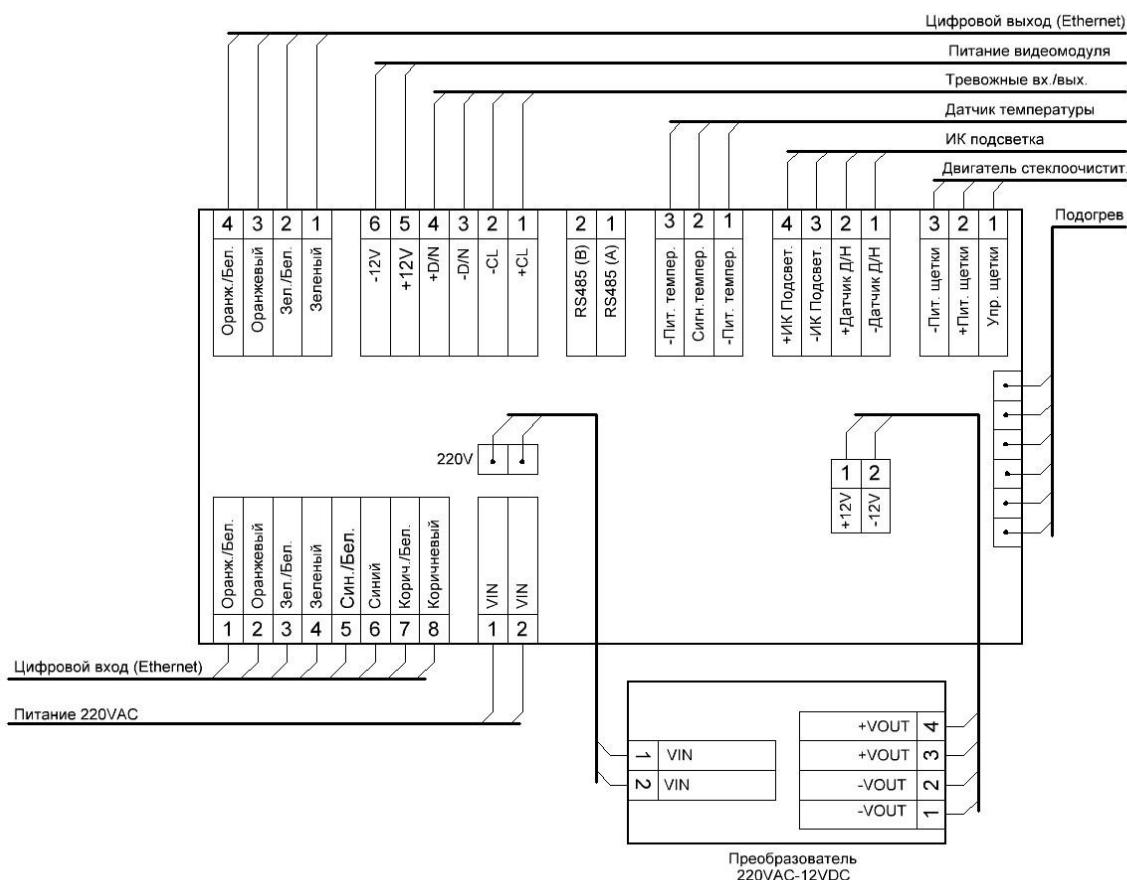
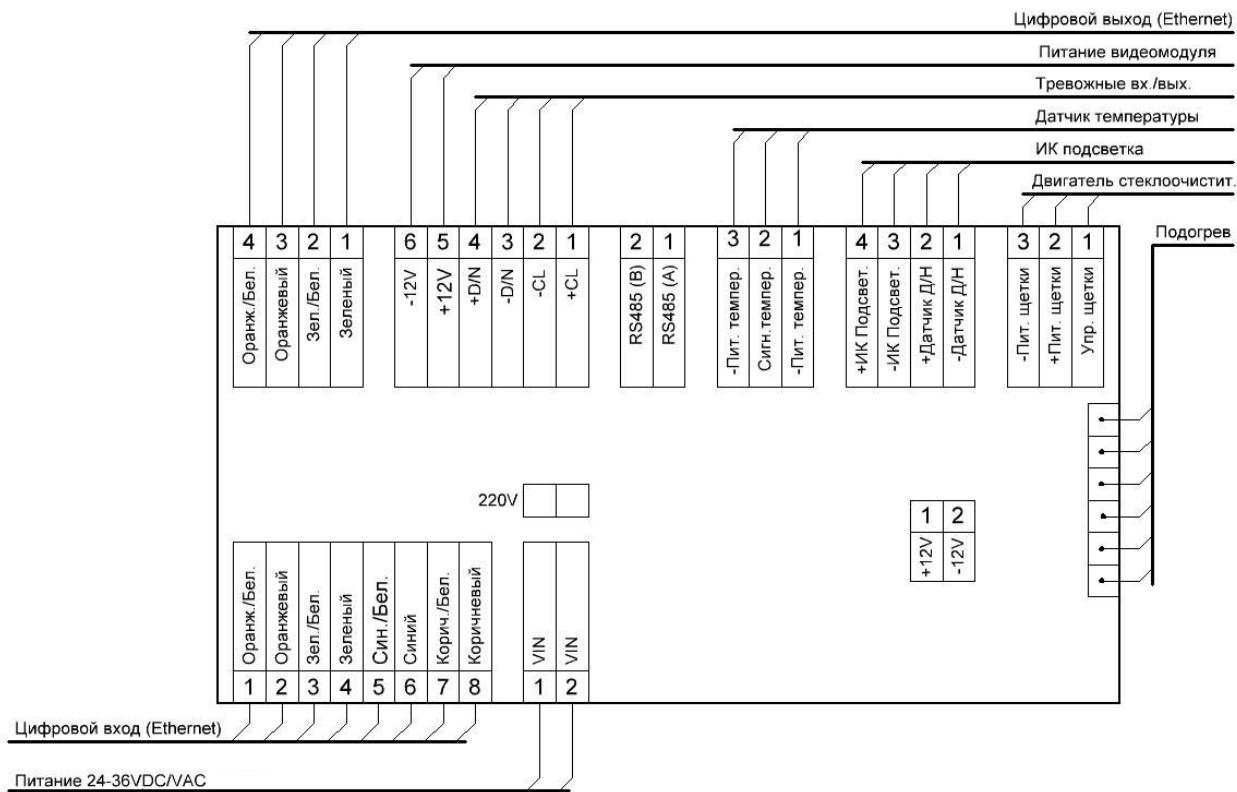

Рисунок 4.5 – Схема подключения термокожуха с напряжением питания 220 В переменного тока
Рисунок 4.6 – Схема подключения термоокожуха с напряжением питания 24-36 В постоянного и переменного тока
7. Подключите видеокамеру к электронной плате согласно схеме подключения (Рисунок 4.5, Рисунок 4.6, Рисунок 4.6).
8. Через кабельные вводы заведите питающий и сигнальный кабели, подключите к универсальной плате (Рисунок 4.5, Рисунок 4.6, Рисунок 4.6).